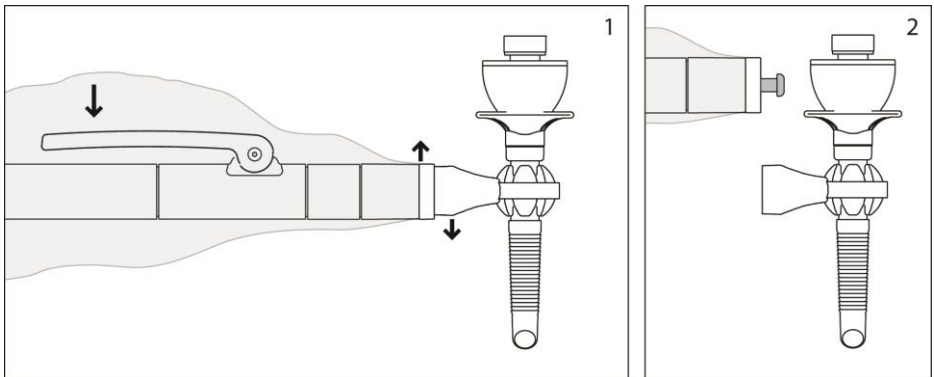

Abbildung 12
(S) Die Klemme mit dem daran gekoppelten Trokar lösen, indem man den Handgriff eindrückt, dabei gleichzeitig den Stift des Hüllenkopplungs-teils aus der Aussparung der Kugelklemme nehmen (siehe Abbildung 12).